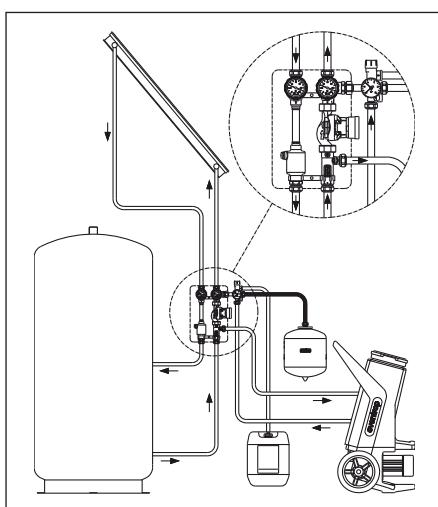

Abb. 6.13 Befüllen über Sicherheitsgruppe und Durchflussmesser
- Schließen Sie die Befüllstation an der Solaranlage an (Abb. 6.13). Dabei unbedingt die Durchflussrichtung der Förderpumpe beachten!